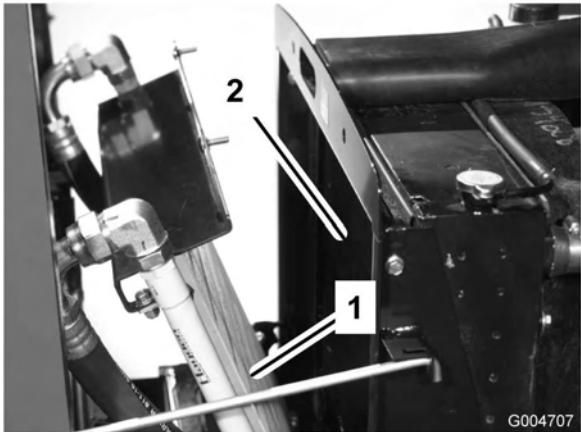

Figura 63
2. Girate indietro il radiatore dell'olio. Pulite accuratamente entrambi i lati dell'area del refrigeratore dell'olio e del radiatore utilizzando aria compressa (Figura 63).
3. Girate indietro il radiatore dell'olio. Pulite accuratamente entrambi i lati dell'area del refrigeratore dell'olio e del radiatore utilizzando aria compressa (Figura 63).